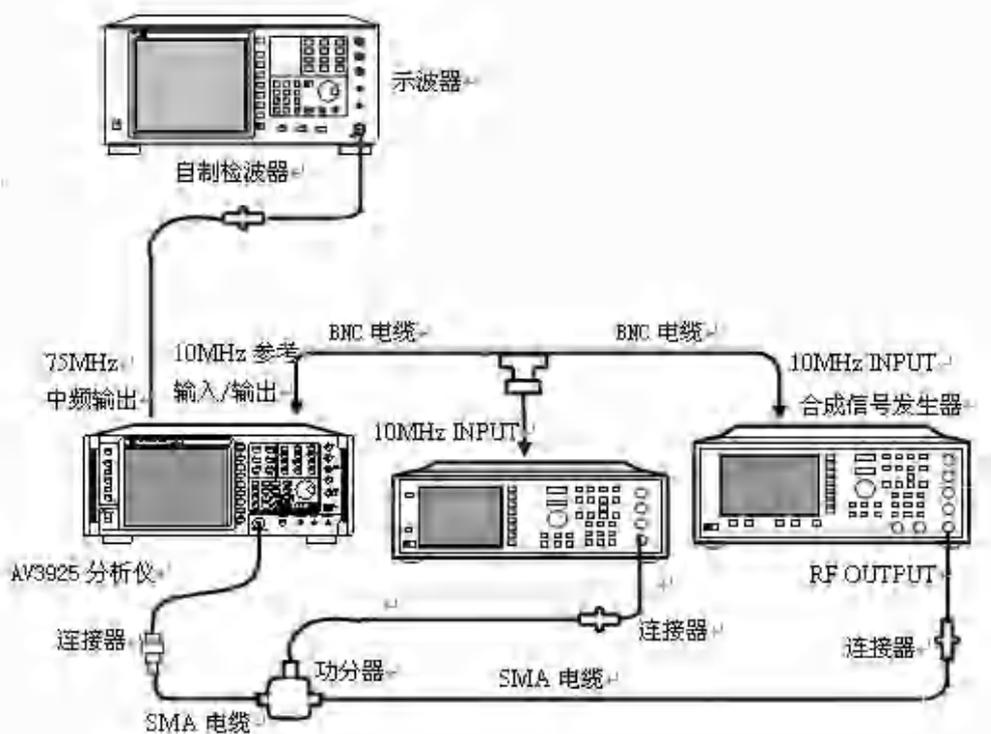

图 5-2 最大扫描速度的测试
- 1) 按图 5-2 连接测试设备。3925 为两台合成信号发生器提供频率参考。